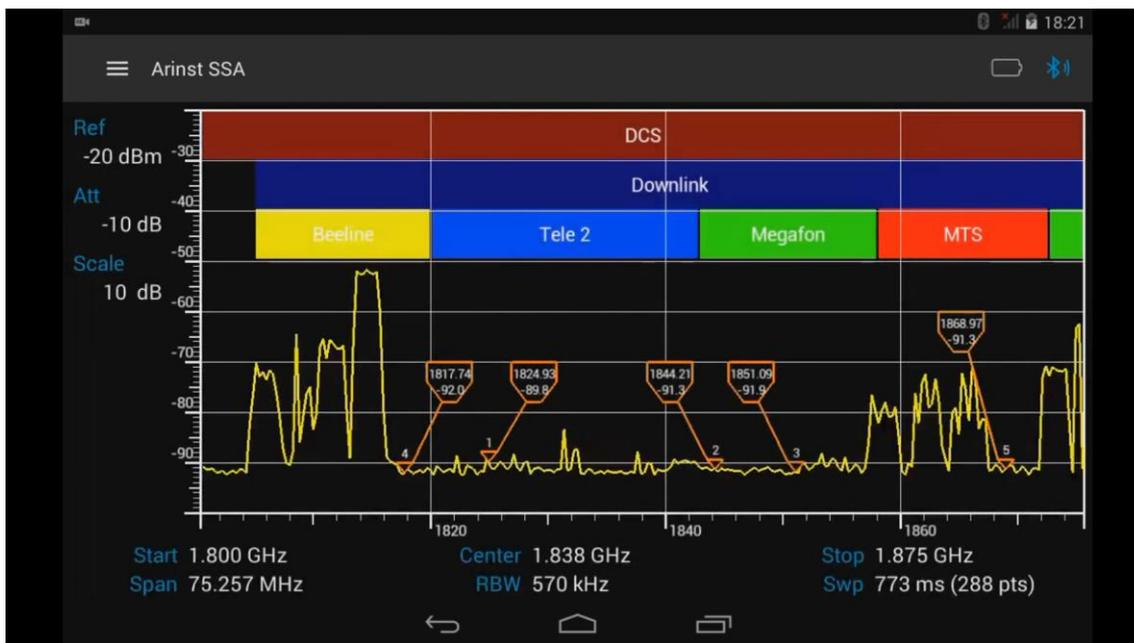

Рисунок 42 – Отображение обозначения маркеров ярлыками
8.7.6. В зависимости от выбранного вида обозначения, маркеры будут обозначены ярлыками, на которых будет указана частота и уровень сигнала (Рисунок 42),